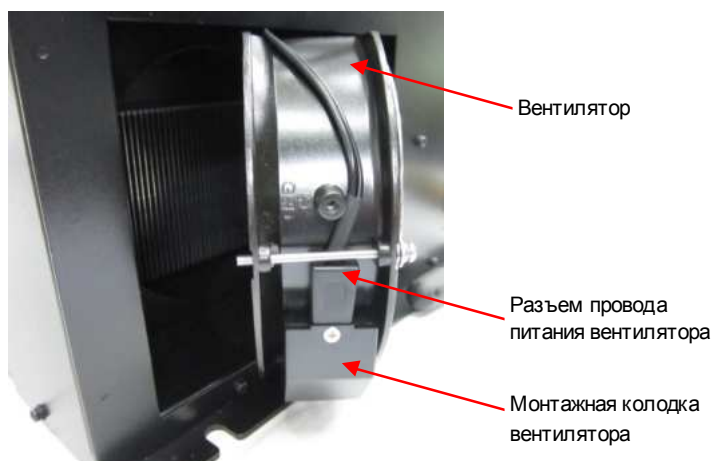

Рис. 7.3. Установка вентилятора охлаждения радиатора.
7.4.2. Вставить разъем провода питания в ответную часть на монтажной колодке вентилятора (рис.7.3).